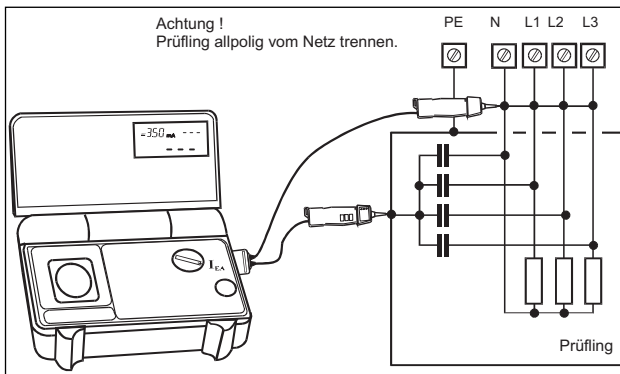

Abb.7.19
- Die Prüfspitzen von COMMANDER 2 (ggf. Messzubehör) mit dem Prüfling wie in Abbildung 7.19 verbinden und Prüfling einschalten: